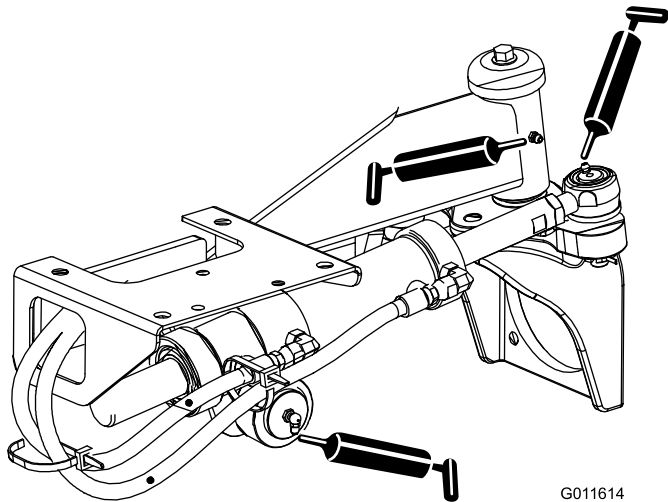

Bild 46
- Lenkzylinder-Kugelgelenke (2) und Hinterachse (1)—Bild 46